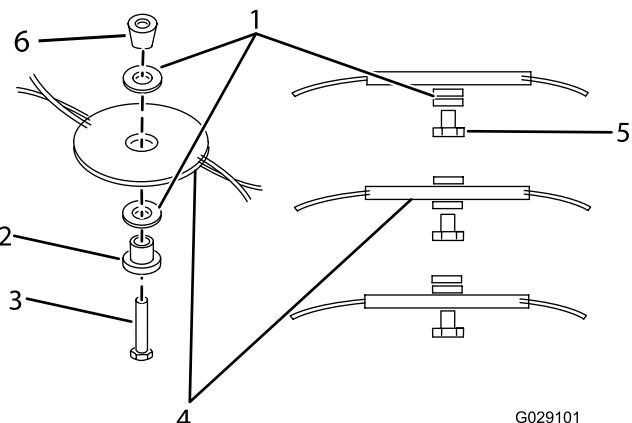

Figura 13
6. Reposicione os espaçadores à altura desejada, depois volte a instalar a flexiblade (Figura 13).